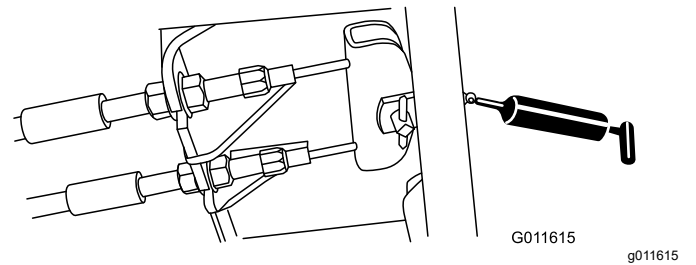

Figura 111
- Pedal de freno (1) (Figura 111)